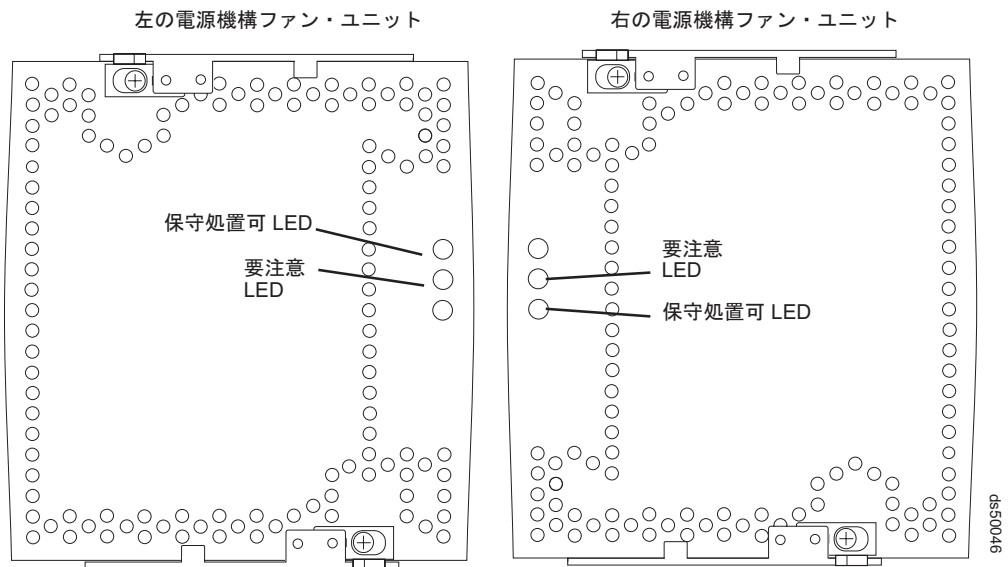

図 116. 電源機構およびファン・ユニットの LED
4. 電源機構およびファン・ユニットの要注意 LED が点灯していることを確認して、障害のある失敗した電源機構およびファン・ユニットを突き止めます。(図 116 に、電源機構およびファン・ユニットの LED を示します。)
5. 保守処置可状況 LED はオンになりましたか？ (図 116 に、電源機構およびファン・ユニットにある保守処置可状況 LED の位置を示します。)